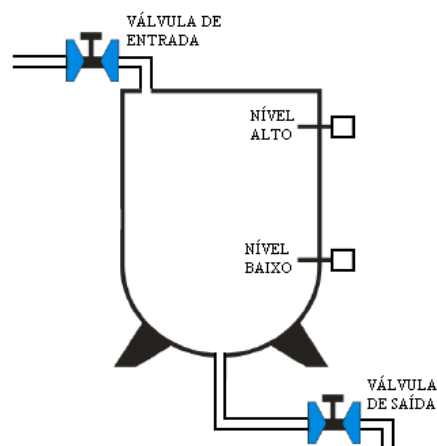

Figura 15: Planta de um reservatório
2. Elaborar um programa que controle o nível de líquido dentro de um tanque como o representado na figura 15